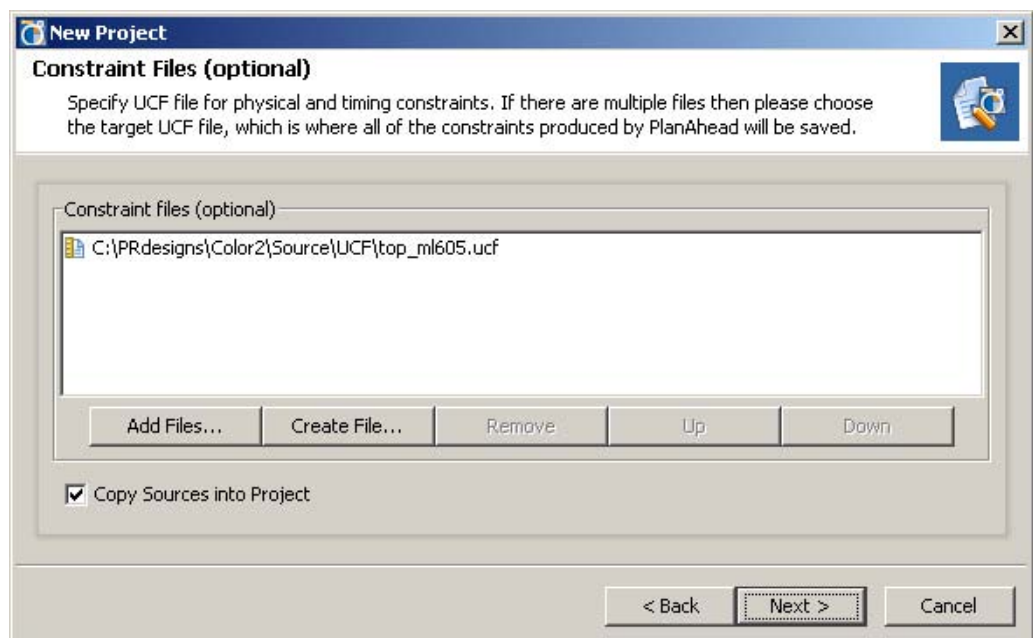

図 4-3 : [Constraints Files] ダイアログ ボックス
4. I/O およびタイミング制約を含む最上位レベルの制約ファイルを追加します。複数の UCF ファイルを使用できます。PlanAhead ソフトウェアは、インプリメンテーションの実行前にすべての最上位レベルの UCF ファイルをモジュールレベルの UCF ファイルと関連付けます。図 4-3 は、[New Project] → [Constraint Files] ダイアログ ボックスを示しています。